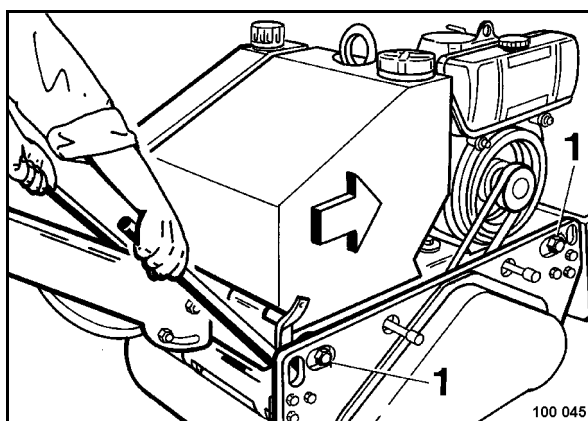

рис. 64
- Ослабить все четыре крепежных винта 1 (рис. 64) на раме.